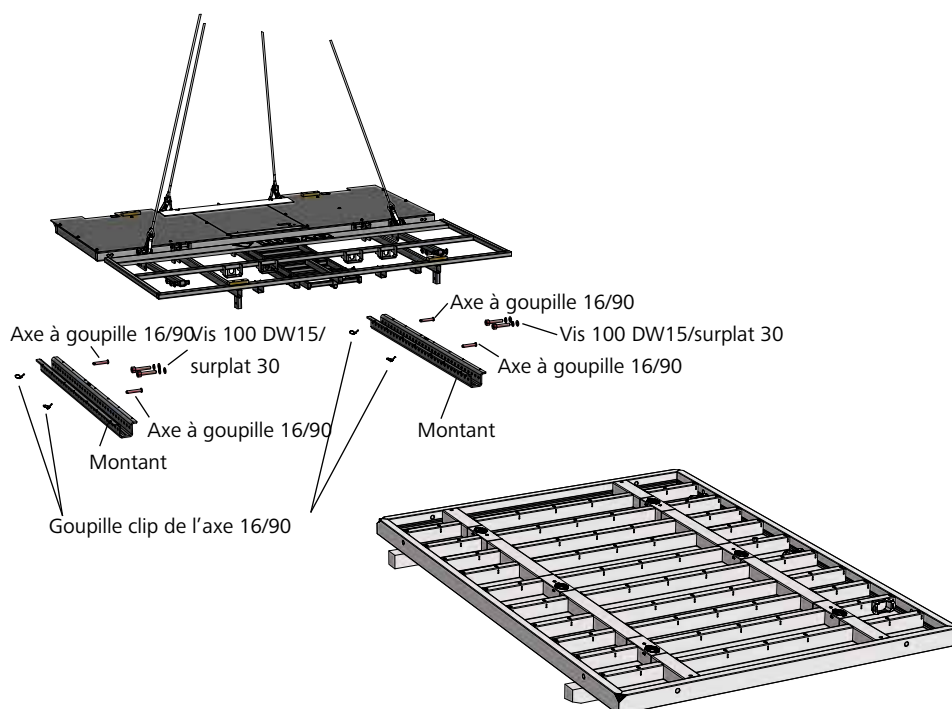

Fig. 10.2
3. Avant de poser la passerelle sur le panneau de coffrage, détacher les deux montants en retirant les 2 x 2 axes à goupille 16/90 (Fig. 10.2).
Retirer les 2 x 2 vis 100 DW15/surplat 30 qui se trouvent dans les diagonales de la passerelle pour fixer les montants sur le panneau (Fig. 10.2).